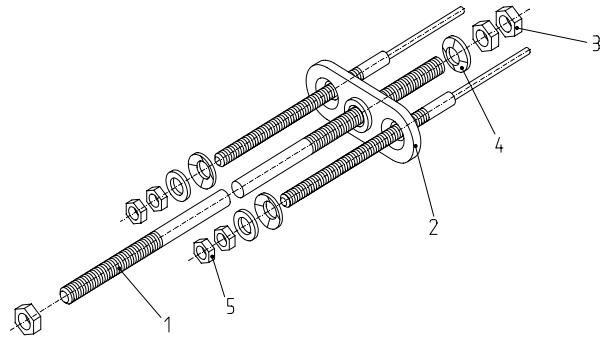

Fig 1. Brake rod
6. Anschließend die Muttern M8 (Abb.1,Pos.5) und die Muttern M10 (Abb.1,Pos.3) an die Ausgleichswaage (Abb.1,Pos.2) so heranschrauben, daß kein merkliches Spiel vorhanden ist. Die Muttern nun kontern. Nach dem Kontern sollen die freien Gewindeenden der Bremsseile ca. 8-10 mm überstehen.
6. Tighten the M 8 nuts (fig. 1, pos. 5) and the M 10 nuts (fig. 1, pos. 3) against the compensating bar (fig. 1, pos. 2) until there is no more noticeable play. Counterlock the nuts. The free threaded ends of the brake cable should overhang by about 8-10 mm after counterlocking.